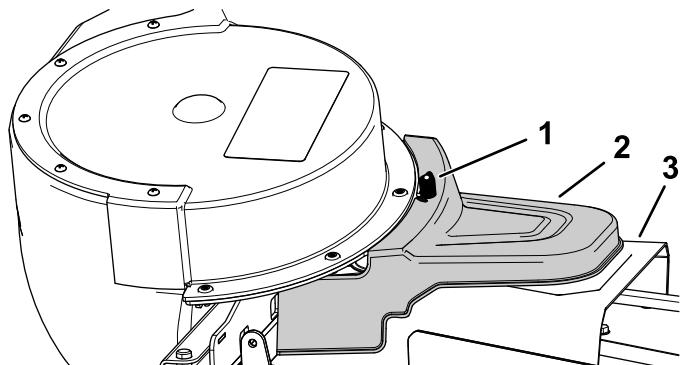

Figura 27
5. Postavite pogonjeni poklopac sakupljača preko poklopca kaiša i pričvrstite ga zatezanjem ručice (Figura 27).